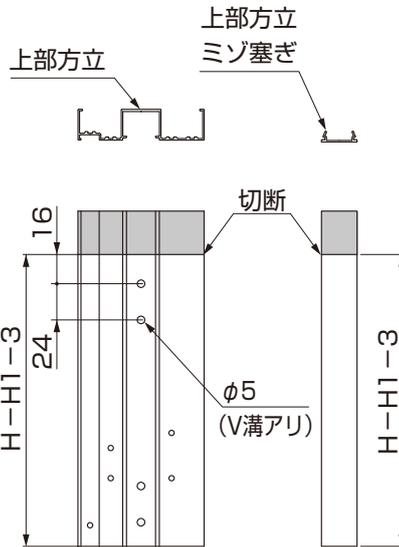

図21-16 躯体側
- ② 上部方立、上部方立用ミゾ塞ぎを加工してください。(図21-16参照)